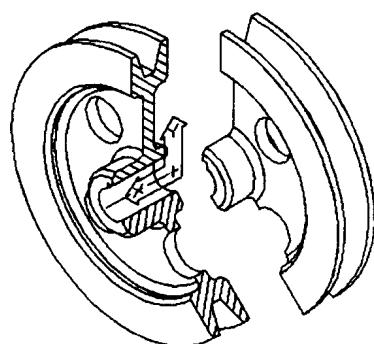

图 1-8
8. 再次利用“3Point”选项设置新 UCS,使 XY 坐标平面与正立的剖面共面,然后,对该剖面上画上剖面线,结果如图 1-8 所示;